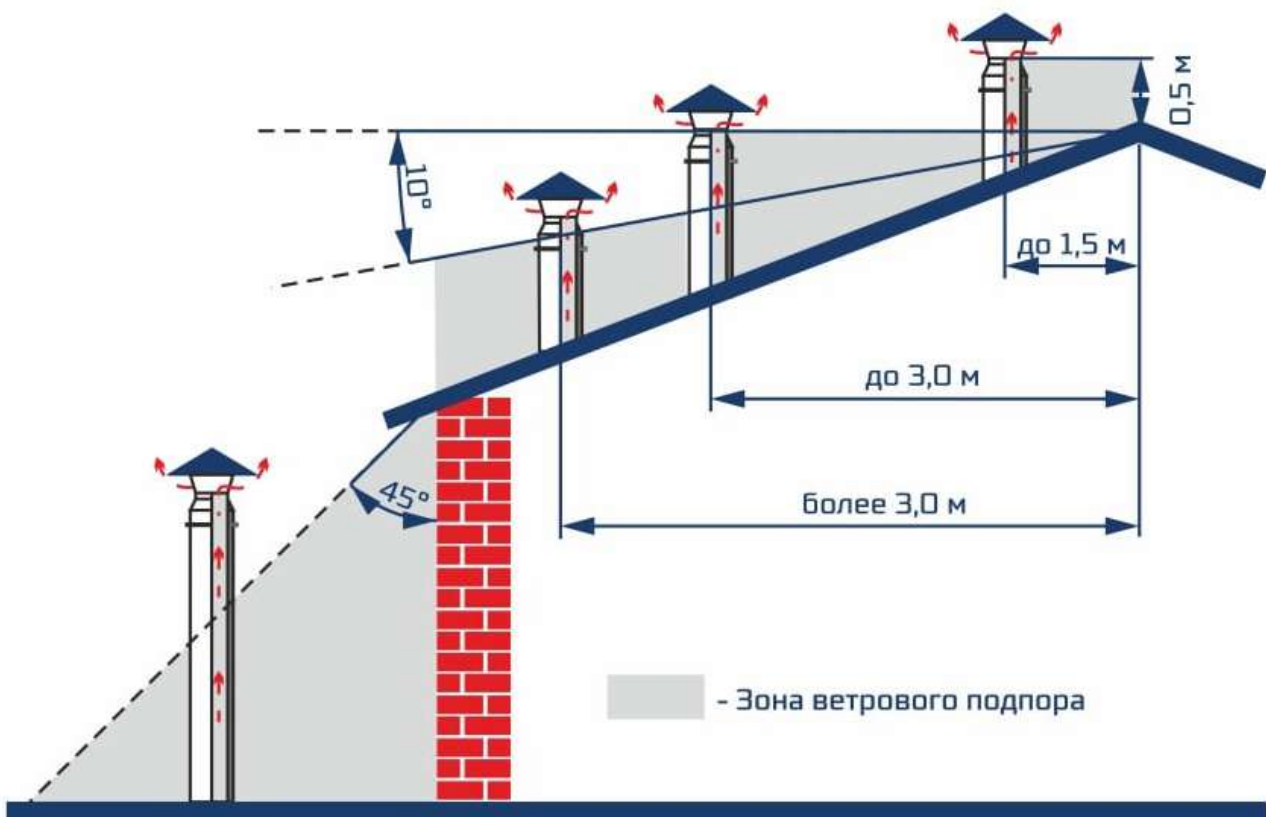

Рисунок 4 - Вылет трубы дымовой трубы в зависимости от конструкции кровли.
8. Для получения нормального режима горения топлива и создания тяги (в случае эксплуатации без Горелки) необходимо иметь прямую дымовую трубу. В случае необходимости допускается прокладывать горизонтальные газоходы (борова) длиной не более 1,5 м. Высоту дымовой трубы над крышей (в зависимости от расстояния ее до конька крыши) рекомендуется выполнить как показано на рис. 4.